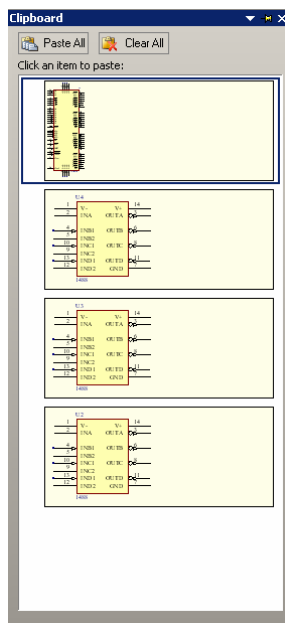

图 3.4 “Clipboard” 页面
(1) 单击工作界面右侧的“Clipboard”页面标签，打开如图 3.4 所示的“Clipboard”页面。